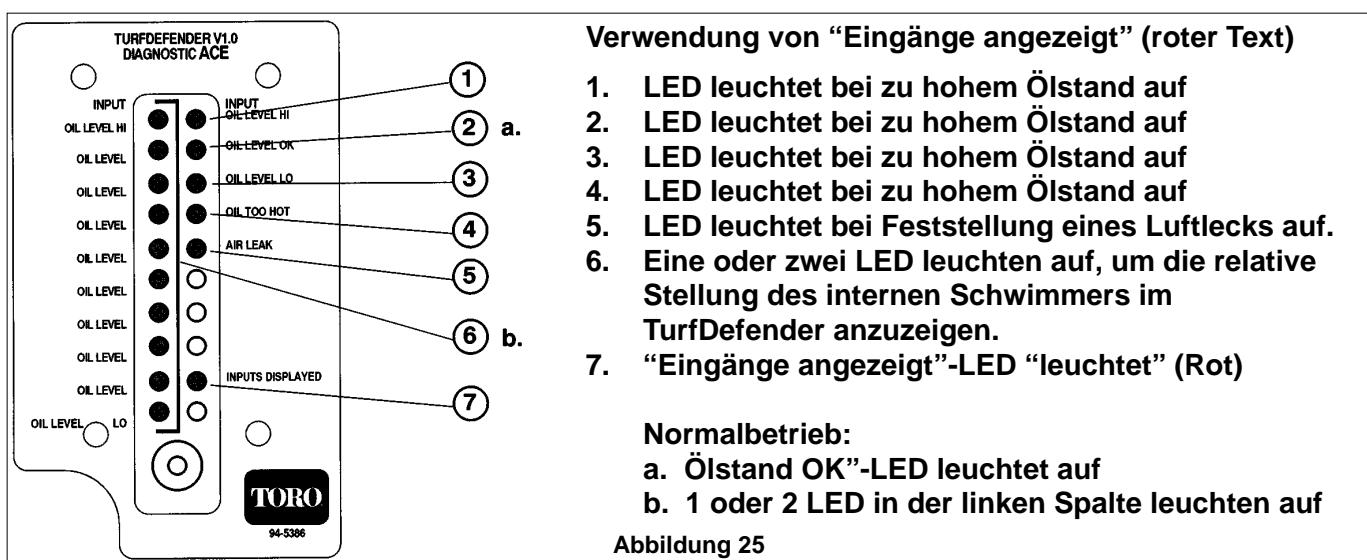

Abbildung 25
1. 1. Wenn die “Eingänge angezeigt”-LED aufleuchtet, sollten die momentane Stellung (1 oder 2 LED in der linken Spalte) sowie die “Ölstand OK”-LED angezeigt werden (Bild 25).
1. Beim Umschalten auf "Eingang" sollte eine LED (Bild 25) eines der folgenden Probleme anzeigen, die vom TurfDefender festgestellt wurden: